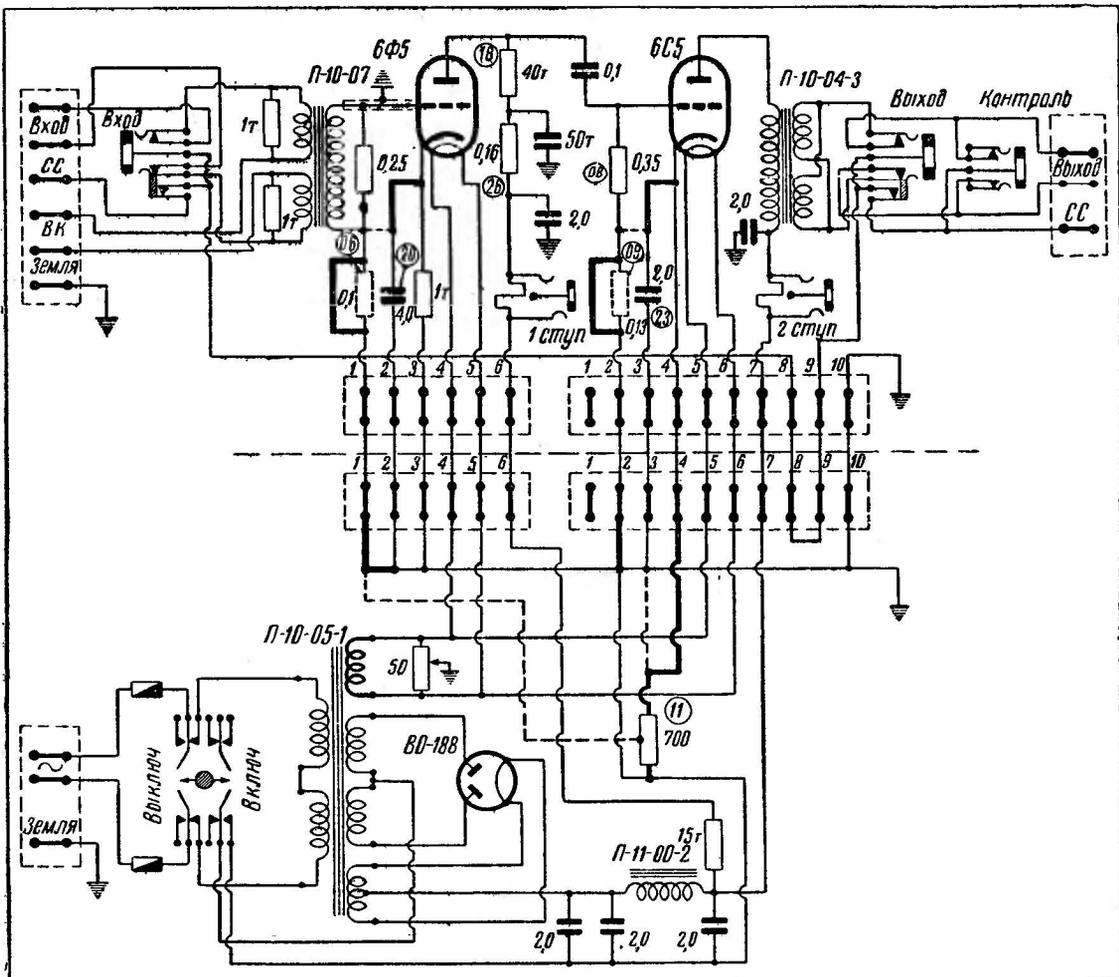

Рис. 2. Переделки в схеме усилителя УБ-1 и выпрямителя ВБ-2 второго варианта
В первую ступень усилителя УБ-1 с междуступенной связью на сопротивлениях ставится лампа 6Ф5 и во вторую — 6С5 (рис. 2). Из схемы исключаются сопротивления 06 и 09; сопротивления, шунтирующие первичную обмотку входного трансформатора,
снимаются и взамен их ставятся новые сопротивления по 1000 ом; развязывающее сопротивление 26 в анодной цепи первой ступени заменяется сопротивлением в 0,16 мгом, а сопротивление 8 в цепи сетки лампы второй ступени — сопротивлением в 0,35 мгом; емкость конденсатора 20 увеличивается до 4 мкф и емкость конденсатора 23 — до 2 мкф. Последние два конденсатора соответственно подключаются к катодам ламп первой и второй ступеней. В цепь катода лампы 6Ф5 включается сопротивление смещения в 1000 ом. Сопротивление смещения 11, находящееся в выпрямителе, перематывается и включается, как указано на рис. 2. Величина его должна быть 700 ом.
* При работе с микрофона наиболее равномерное воспроизведение частот обеспечивается при применении в качестве предварительного усилителя УБ-1 по схеме второго варианта (рис. 2). В связи с этим можно рекомендовать переделку по последней схеме усилителей УБ-1 с трансформаторной связью.